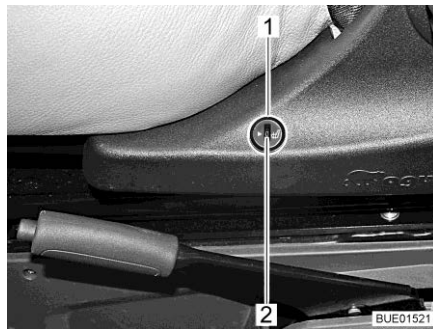

Bild 24 Brytare för stolsvärme
- Tryck på den undre halvan av reglaget (Bild 24,1) på stolkonsolens vänstra sida.
- För att sänka värmen vrider du inställningsratten (Bild 24,2) i riktning "0".
- För att höja värmen vrider du inställningsratten (Bild 24,2) i riksting "5".
- Tryck på den övre delen av reglaget (Bild 24,1) på stolkonsolens vänstra sida.